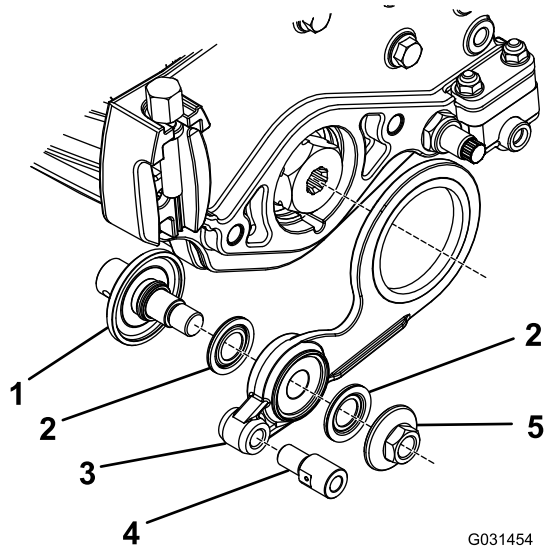

Bild 16
1. Montieren Sie alle losen Teile an den Riemenscheiben, wie in **Bild 16** abgebildet.
Hinweis: Montieren Sie die Teile 1 bis 5 in umgekehrter Reihenfolge, wie Sie die Riemenscheiben auf der entgegengesetzten Seite in **Bild 16** befestigt haben.